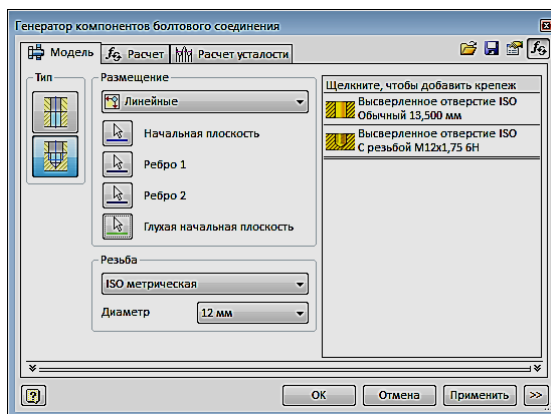

Рис. 3.88. Диалоговое окно
1. Выберите на ленте вкладку «Проектирование» ► панель «Крепление» ► «Болтовое соединение» . Откроется диалоговое окно «Генератор компонентов болтового соединения» (рис. 3.88).
7. Введите другие параметры как показано на рис. 3.88.